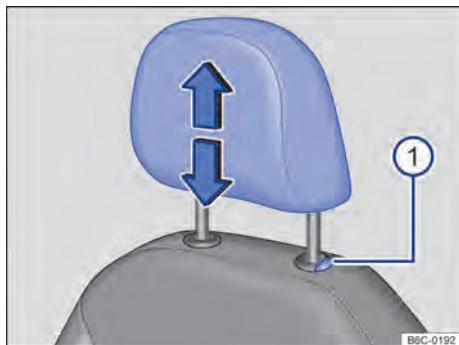
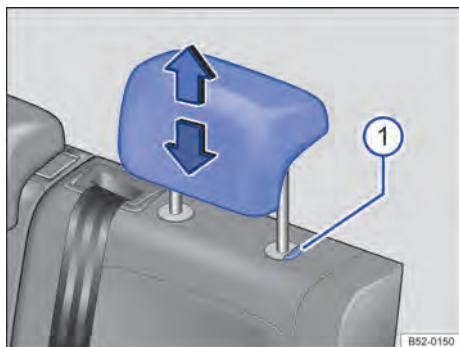

Fig. 70 Apoio para cabeça dianteiro: ajustar.
Fig. 71 Apoio para cabeça traseiros: ajustar.
- Deslocar o apoio para cabeça para cima ou para baixo na direção da seta com o botão → Fig. 70 ❶ ou → Fig. 71 ❶ pressionado → ▲ em *Introdução ao tema* na página 90.